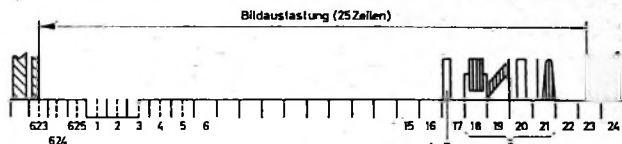

Bild 133. Lage der Prüfzeile (B) im 1. Halbbild und schematische Darstellung möglicher Prüf- und Meßsignale (C)
Die automatische Verstärkungsregelung erfolgt nach dem Weißimpuls in einer Prüfzeile, die im nicht sichtbaren Teil des Fernsehbildes, das heißt in der Austastzeit liegt. Bild 133 zeigt die Lage dieser Prüfzeile (B) im 1. Halbbild und schematische die Form weiterer möglicher Prüf- und Meßsignale (C). Bei verschiedenen Sendern werden diese Prüfzeilen allerdings vor der Modulation wieder ausgetastet.